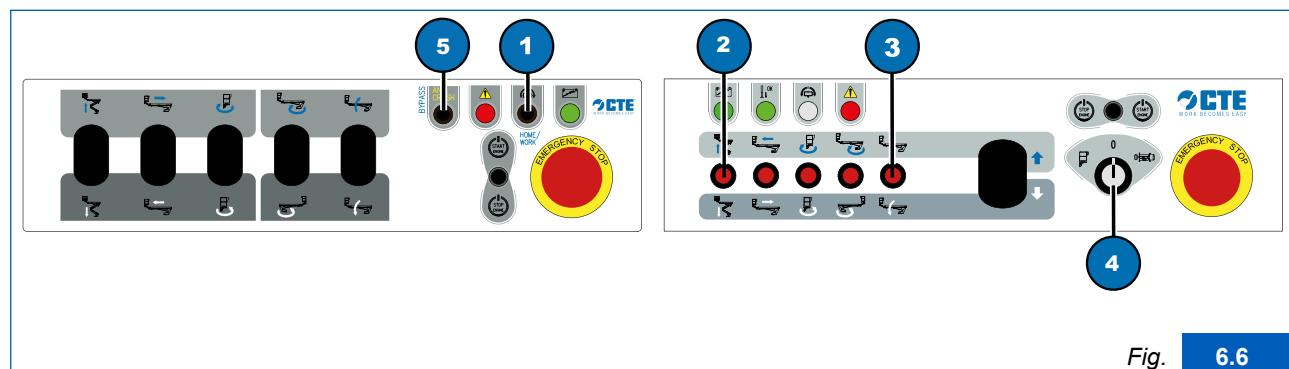

Fig. 6.6
- 1) ruotare la chiave del selettori (Fig. 6.6, 4) nella posizione “Comandi in piattaforma di lavoro”;
- 2) premere e mantenere premuto il tasto “HOME” (Fig. 6.6, 1)
- 1) ruotare la chiave del selettori (Fig. 6.6, 4) nella posizione “Comandi a terra”;
- 2) premere e mantenere premuti i tasti “sollevamento braccio articolato” (Fig. 6.6, 2) e “sollevamento braccio telescopico” (Fig. 6.6, 3)
- 3) a raggiungimento della posizione di riposo rilasciare i tasti “sollevamento braccio articolato” (Fig. 6.6, 2) e “sollevamento braccio telescopico” (Fig. 6.6, 3);
Per interrompere l’operazione di chiusura automatica è possibile in qualsiasi momento rilasciare il tasto “HOME” (Fig. 6.6, 1) o i tasti “sollevamento braccio articolato” (Fig. 6.6, 2) e “sollevamento braccio telescopico” (Fig. 6.6, 3).
Durante le fasi di lavoro è possibile bypassare le anticollisioni premendo il pulsante luminoso “by pass anti crash” presente sul quadro comandi in piattaforma di lavoro (Fig. 6.6, 5). Il by pass sarà attivo per la durata di 5 secondi.
Il pulsante “by pass anti crash” (Fig. 6.6, 5) è attivo solamente in condizione di blocco anticollisione, la situazione viene segnalata con una sequenza di allarmi sonori e con l’accensione della spia integrata nel pulsante “anti-crash”.
Se non presente il pulsante “by pass anti crash” (Fig. 6.6, 5) la funzione di by pass anti crash si effettua tenendo premuto il pulsante Home/work (Fig. 6.6.1) assieme alla manovra desiderata.
Il pulsante “by pass anti crash” (Fig. 6.6, 5) deve essere utilizzato da un operatore attento e consapevole di agire sotto la propria responsabilità.